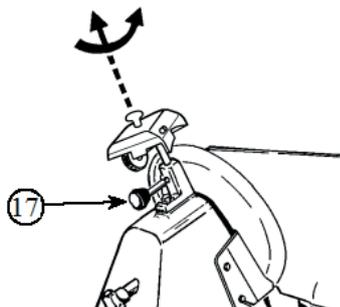
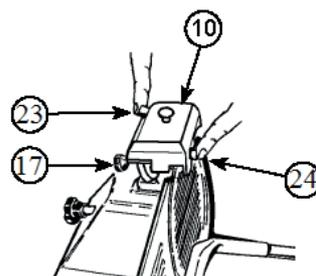
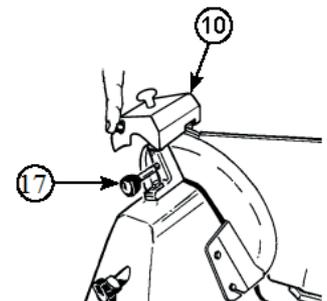

Fig. 1
Fig. 2
Fig. 3
- Assicurarsi che la paratia mobile sia chiusa (manopola graduata (6) in posizione "0").
- Allentare la manopola di blocco (23) del gruppo di affilatura (10).
- Sollevare il gruppo di affilatura (10) ruotandolo di 180° in modo che entrambi i dischi si trovino in posizione di lavoro (fare riferimento alla Fig. 1)
- Abbassare il gruppo di affilatura (10) finché non si blocca.
- Fissare il gruppo ruotando la manopola di blocco (23) (fare riferimento alla Fig. 2)
- Premere il pulsante (24) e lasciar girare la lama per circa 1 minuto. Quando la lama è ferma, controllare se si è formato del liquido sul bordo.
- Dopo aver verificato la presenza di liquido, accendere l'unità (5) e premere delicatamente il pulsante per circa 3 secondi per rimuovere il liquido prodotto durante l'affilatura. Riportare la manopola graduata (6) in posizione "0".
- Dopo l'affilatura, riportare il gruppo di affilatura (10) nella posizione originale (fare riferimento alla Fig. 3) e pulire il bordo della lama e i dischi con alcool.